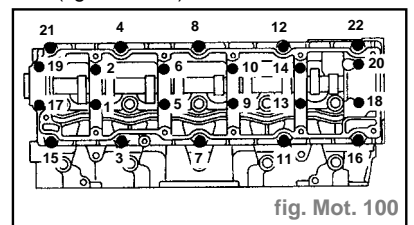

fig. Mot. 100
- Serrer légèrement les boulons **1, 2, 13 et 14** (fig. Mot. 100).